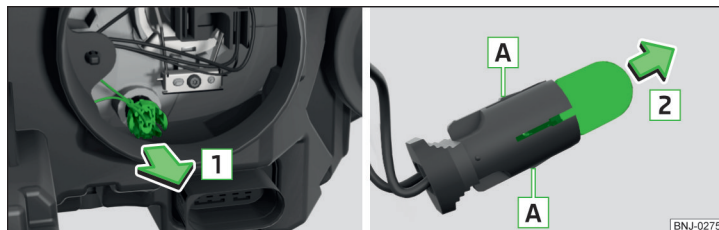

Fig. 300 Înlocuirea becului luminii de poziție
- › Scoateți dulia împreună cu becul, prin mișcări pendulatorii, în sensul săgeții **1** » fig. 300.